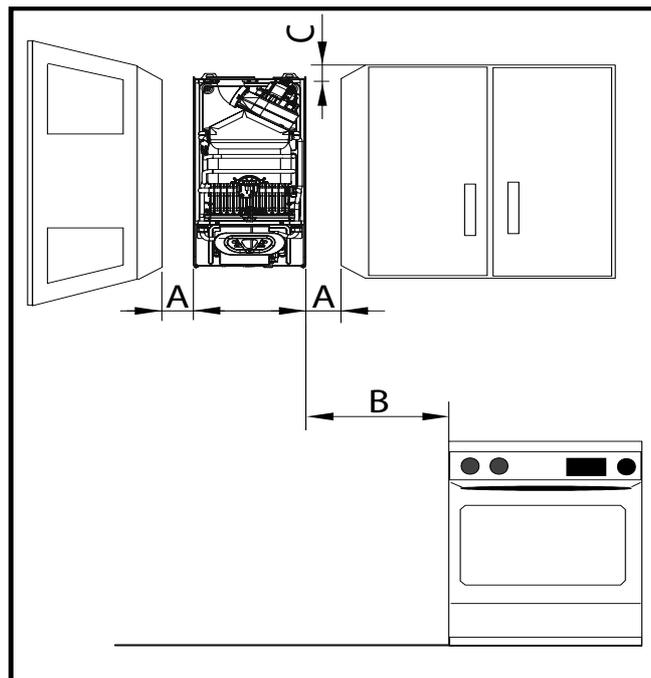

fig. 7 - Distancias mínimas
- 1 - Abra el embalaje, dentro encontrará la plantilla de montaje. Sitúela en la pared a la altura apropiada (**verificar las distancia, ver fig.7**) asegurándose de que la plantilla esté lo mas horizontal posible (utilizar un nivel).